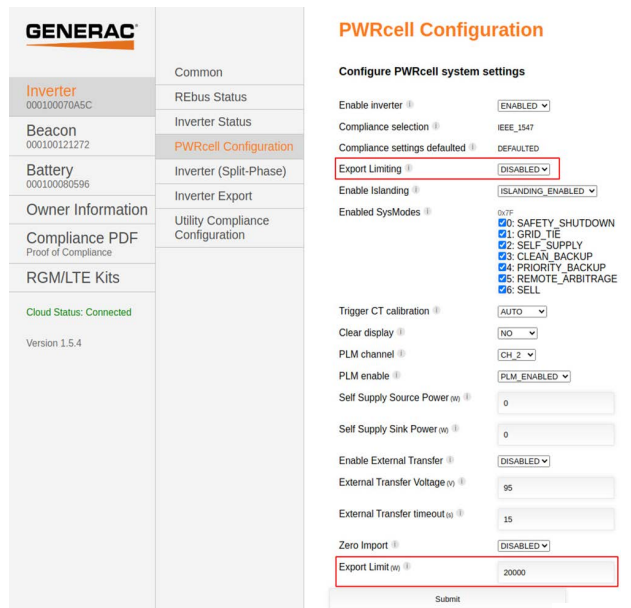

Figure 6-31. Export Limit (Limite d'exportation)
6. Voir Figure 6-31. Trouver le paramètre Export Limit et sélectionner « ENABLED » (ACTIVÉ).